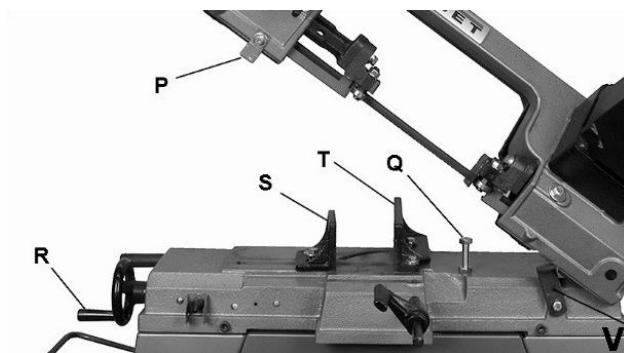

Рисунок 14
Вращение маховика (R, Рисунок 14) открывает и закрывает тиски.
Если отрез сделан, но полотно не остановилось, переместите защёлку (P, Рисунок 14) вниз.
3. Поднимите раму и закрепите её опорной пластиной (V, Рисунок 14).